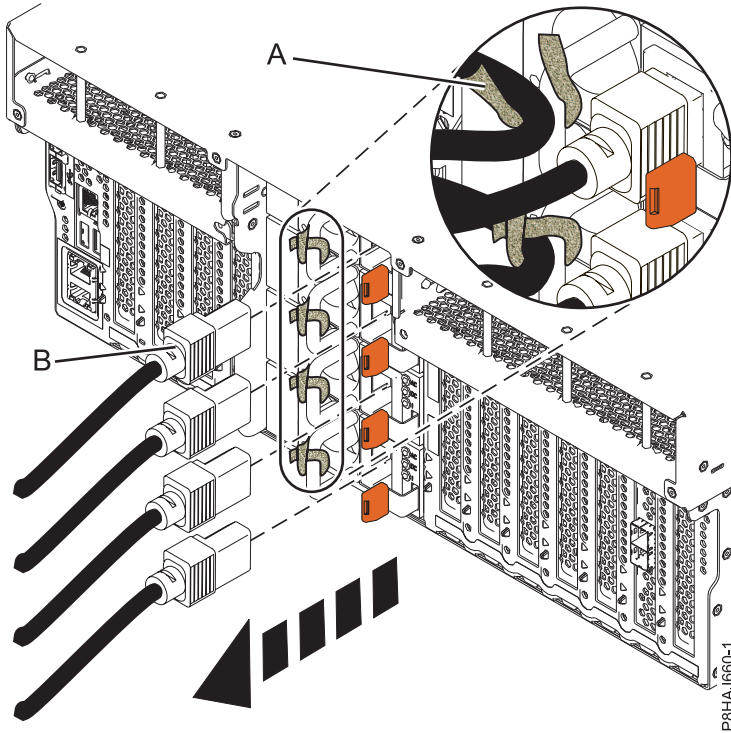
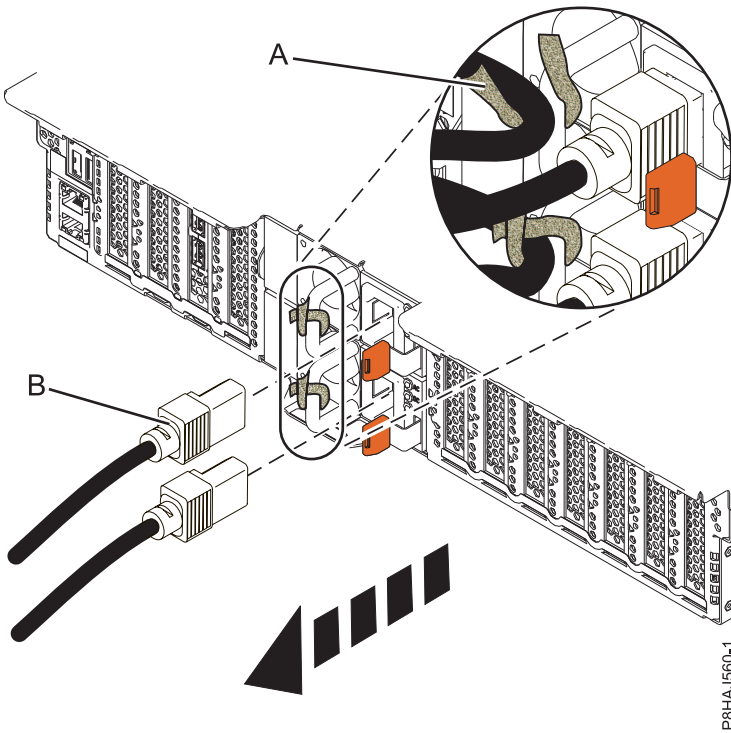
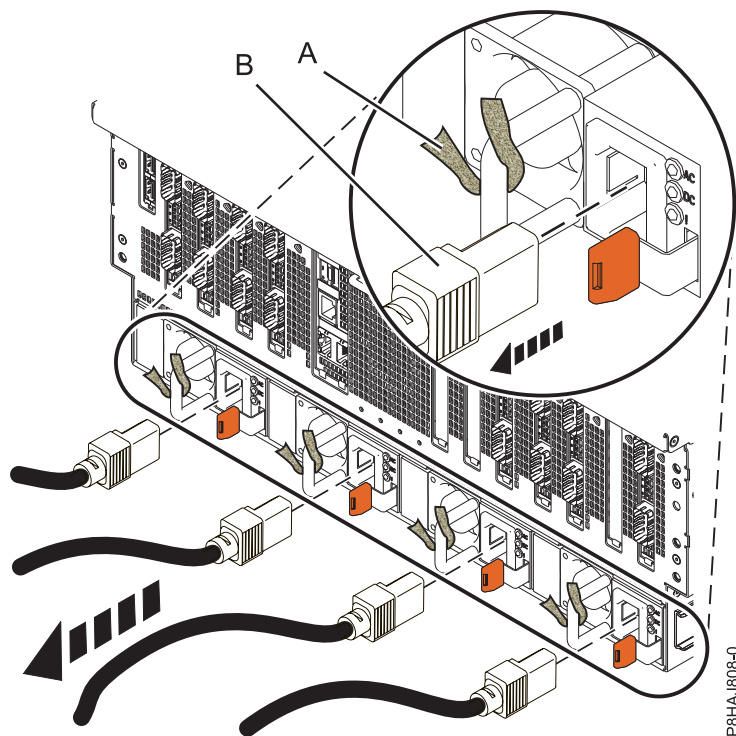

Figura 20. Extracción de los cables de alimentación de un sistema 8247-42L, 8286-41A o 8286-42A
Figura 21. Extracción de los cables de alimentación de un sistema 5148-21L, 5148-22L, 8247-21L, 8247-22L, 8284-21A o 8284-22A
Figura 22. Extracción de los cables de alimentación de un sistema 8408-44E o 8408-E8E
3. Desconecte los cables de alimentación (**B**) de la unidad del sistema. Consulte la Figura 20 en la página 40, la Figura 21 en la página 40 o la Figura 22 en la página 41 según el tipo de sistema.